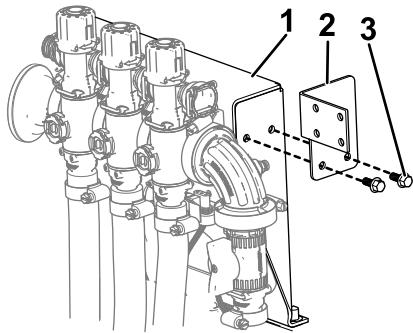

Figure 17
1. Montez la patte de fixation de vanne de commande sur le cadre de montage à l'aide de 2 boulons à embase ($\frac{1}{4}$ " x $\frac{5}{8}"), comme montré à la Figure 17.$